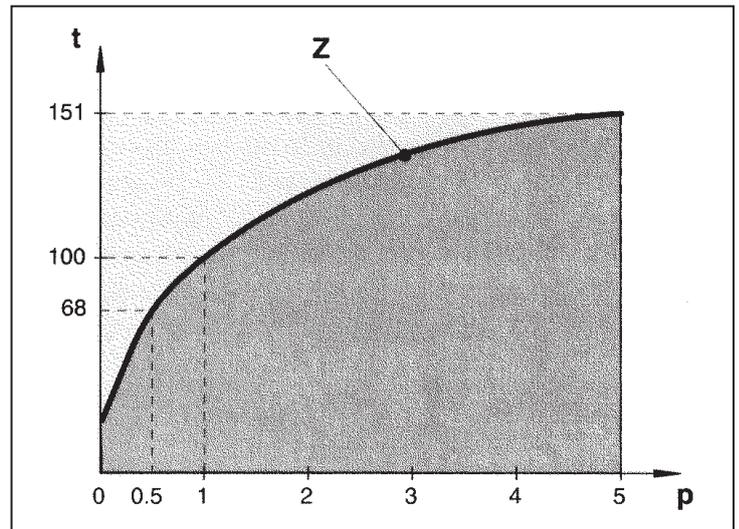

Abb. 11.19
Wenn man eine signifikante Zahl an Versuchen unter verschiedenen Bedingungen durchführt, kann eine Grafik (Abb. 11.19) erstellt werden, in der die Kurve (Z) durch alle Druck-/Temperaturbedingungen gebildet ist, bei denen der flüssige Aggregatzustand und der Sattampfzustand des Wassers im Gleichgewicht sind. Wenn man bei diesen Kombinationen Wärme zuführt, erfolgt der Übergang vom flüssigen in den gasförmigen Aggregatzustand. Wird dagegen Wärme abgeführt, erfolgt der Übergang vom gasförmigen in den flüssigen Aggregatzustand.